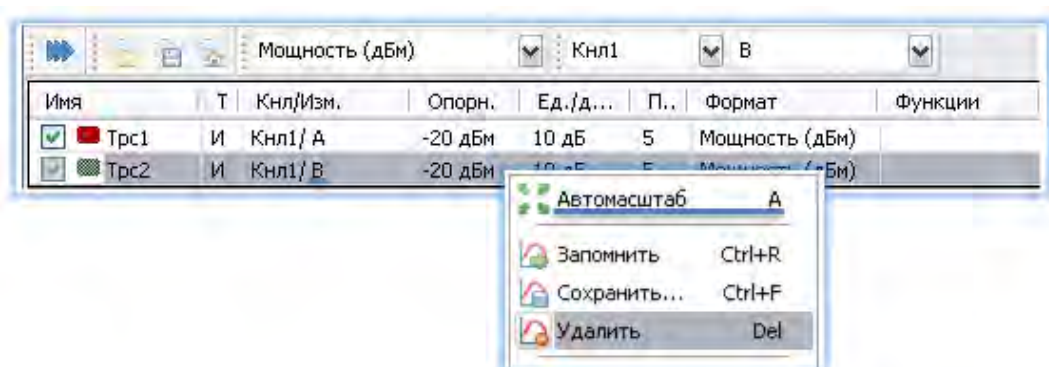

Рисунок 3 – Вид окна ПО с функцией удаления трассы
7.2.8 Удалить трассу с привязкой к входу «В» (рисунок 3). Произвести автомасштаб измеренных данных.
7.4.12 В ПО нажать кнопку «Восстановить начальные параметры», удалить трассу с привязкой к входу «А» (рисунок 3). Кнопка «СВЧ» на передней панели Р2М-40 должна быть нажата. Начать процесс измерений.